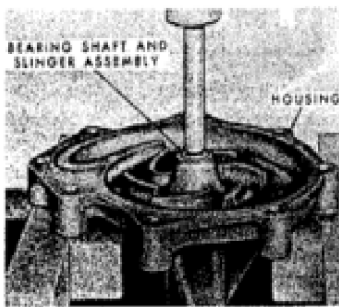
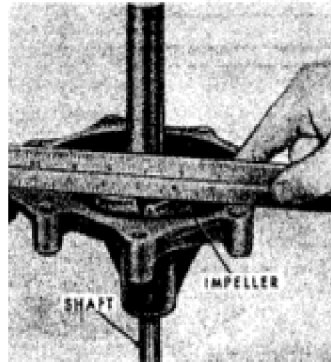
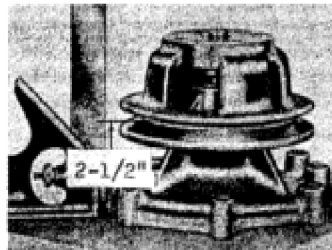

Fig. 156-View tonen schacht en lager as- ssembly wordt geperst uit waaier en behuizing.
Fig. 158-Pers waaier op de as met 3/4-Inch I.D. pijp, zodat Waaier is gelijk met de achterkant van de behuizing zoals afgebeeld.
Fig. 159-Druk katrol op de schacht, zodat de afstand van het centrum van de riem groef in katrol is 2 1/2 centimeter van de achterzijde van de behuizing.
170. Waterpomp kan worden verwijderd na het verwijderen van radiator zoals beschreven in paragraaf 169. Raadpleeg geëxplodeerde weergave van de waterpomp in Fig. 155 en disas- ssemble pomp als volgt: Verwijder ventilator van katrol en met behulp van standaard twee-bout trekker, verwijder katrol uit de schacht. Verwijder de achterklep (8) en druk op de as en het lager as- ssembly (3) uit naar de voorkant van de behuizing, zoals afgebeeld in fig. 156. Drijft het zegel (5 —Fig. 155) naar achteren van de behuizing. Met een lengte van 15/16 inch I.D. pijp, druk nieuwe afdichting in de behuizing. Controleer om te zien dat flens op water slinger (4) is gelegen 0,55 van de rand van lager ras zoals afgebeeld in Fig. 157, druk dan as in de voorkant van de behuizing tot buitenste lager race is gelijk met de voorkant van de behuizing. Met behulp van een lengte van de 3/4- inch I.D. pijp, druk waaier op de schacht zoals afgebeeld in fig. 158, zodat waaier is gelijk met achterzijde van de behuizing. Druk katrol op de schacht, zodat het centrum van de riem groef in katrol is 2 1/2 centimeter van de achterzijde van de behuizing, zoals afgebeeld in Fig. 159. Installeer achterklep met nieuwe pakking en draai het vastmaken van dopschroeven aan een koppel van 18-22 Ft.-Lbs. Installeer de assemblage van de waterpomp door verwijderingsprocedure om te draaien en draai het behoud van glibschroeven aan een koppel van 23-28 Ft.-Lbs aan.ELECTRICAL SYSTEM